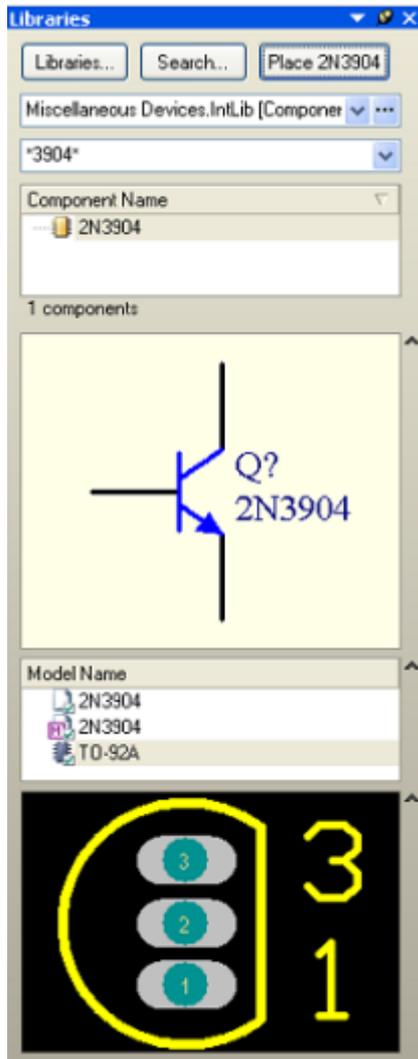

图 6-4 库面板
1. 点击 Libraries 标签显示 Library 面板，如图 6-4。